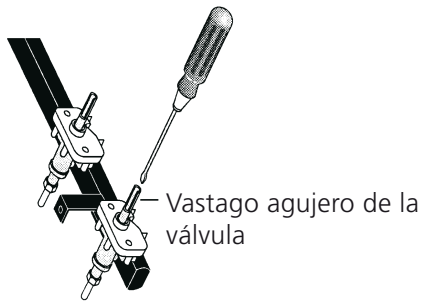

Figura 20
2. Verificar el ajuste "LO" o "SIMMER" (Planchas de cocinar 30" solamente) (vea Figura 20)